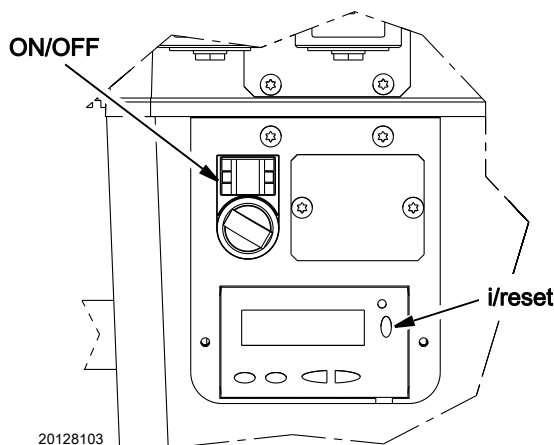

图 160
- 转动“ON/OFF”（图 160）选择钮至“OFF”位置，使燃烧器待机（OFF）。
将“ON/OFF”选择旋钮转至“OFF”位置（图 160）。